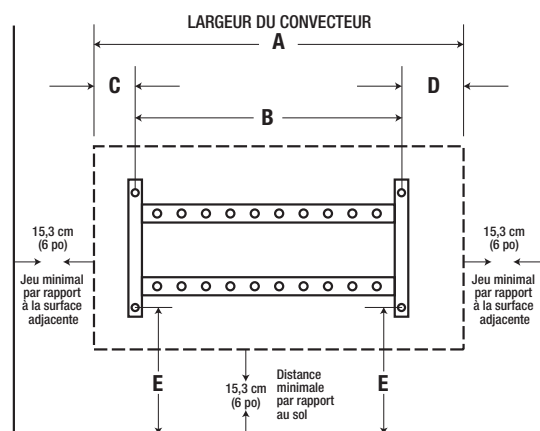

Fig. 1
L'emplacement déterminé devra fournir assez d'espace et de dégagement tel qu'illustré à la Fig. 1.
2. Utilisez le support de montage comme guide en le maintenant contre le mur tel qu'illustré sur la Fig. 1.
3. Suivre les dimensions spécifiées dans le Fig. 1 et placer le support de montage à l'emplacement souhaité.